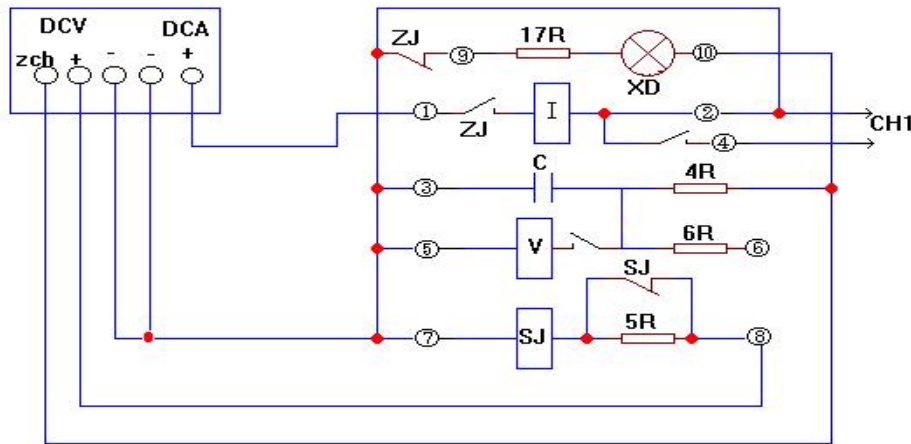

图 2 重合闸继电器接线图
(1) 按图 2 接好线
(2) 输出选择到 D C A ，并根据输出大小选择量程。